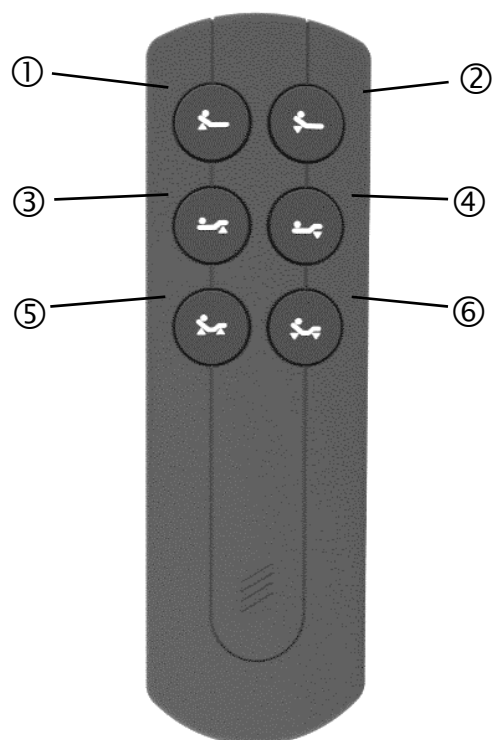
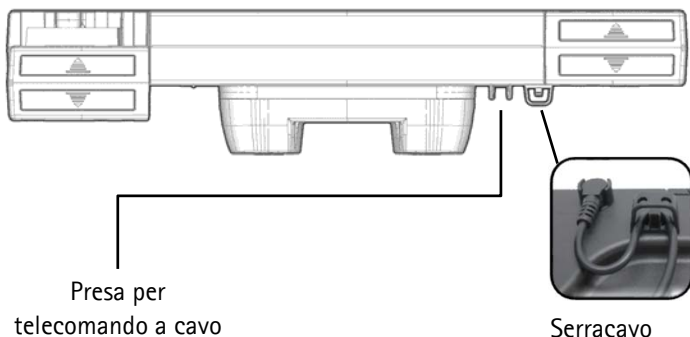

Fig. 16: Configurazione tasti del telecomando
Fig. 18: Messa in funzione di AxisDrive IPS
1. Inserite la spina del cavo del telecomando nella presa (Fig.18)
2. Con il serracavo appropriato fissate il cavo per impedire uno scollegamento accidentale (Fig.18). Vedete anche 5.2.2 Installazione del serracavo
3. Codifica. Durante il periodo di apprendimento, premete il pulsante per l'abbassamento simultaneo di schienale e sezione piedi sul radiotelecomando (Fig. 16 Pulsante ©). A codifica avvenuta viene emesso un segnale acustico
2. Codifica. Durante il periodo di apprendimento, premete e tenete premuto il pulsante di abbassamento schienale e poggiategambe sul radiocomando (Fig. 16 Pulsante ©) e premere contemporaneamente il tasto di codice della doppia trazione (Fig.18). A codifica avvenuta viene emesso un segnale acustico
Se si perde il radiotelecomando o in caso di mancanza di corrente, tramite il pulsante di codifica (Fig. 18) è possibile regolare la doppia trazione in posizione reclinata.